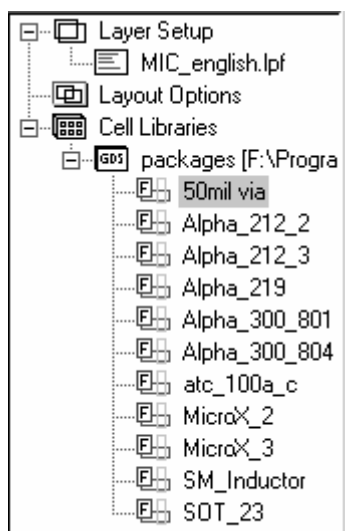

Рис. 5.2
4. Выделите файл **packages.gds** и нажмите **Открыть**. Откроется окно **Warning: Different Database Unit** (Предупреждение: Модуль различной базы данных). В этом окне сообщается, что некоторые пункты в этой библиотеке будут сокращены в текущем модуле базы данных при выполнении рисунка или сохранении в файле и перечисляются элементы из базы данных. Нажмите **OK**. Импортированная библиотека будет отображена в окне менеджера топологии, как показано на рис. 5.2.